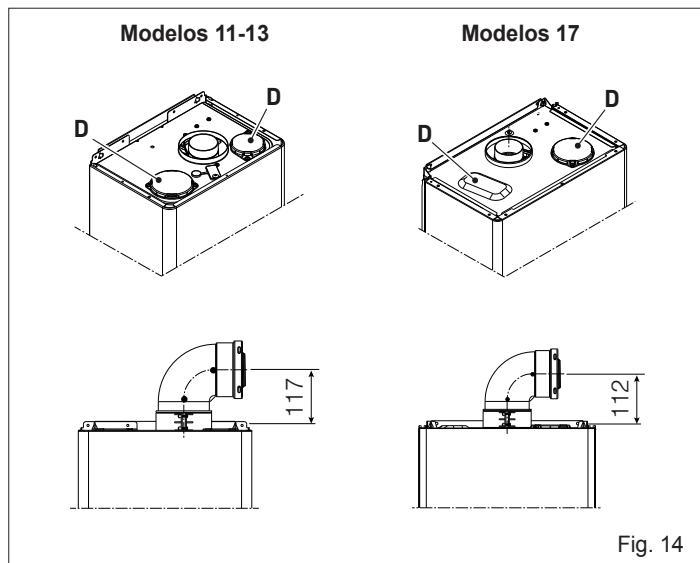

Fig. 14
El calentador de agua se suministra para ser conectado a conductos de evacuación/aspiración coaxiales y con apertura para la aspiración de aire (D) cerrada (Fig. 14).